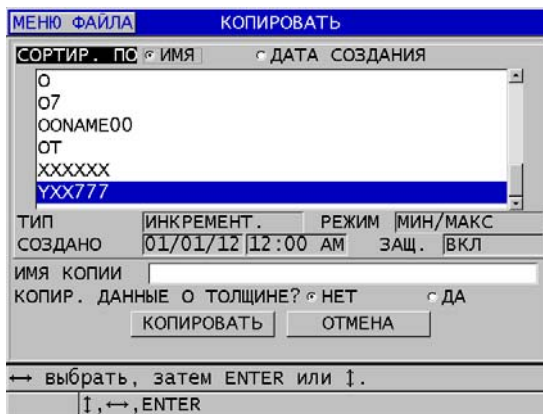

Рис. 11-17 Копирование файла
3. В окне **КОПИРОВАТЬ** (см. Рис. 11-17 на стр. 194):